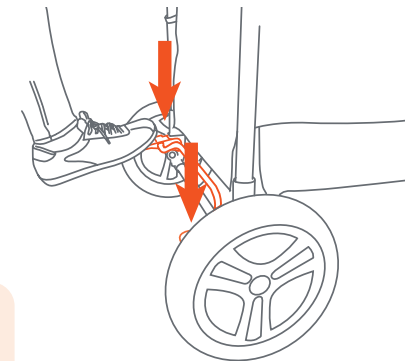

Fig. 15
15) • To engage brakes, apply light downward pressure to the brake levers located on each rear wheel. The stroller may require slight forward or rearward movement in order to line up the teeth on the brake with each wheel brake cluster (Fig. 15). **NOTE:** Check that the wagon will not move and that both brakes are properly applied.
- Para aplicar los frenos, ejerza una ligera presión hacia abajo a la palanca del freno situada en cada rueda trasera. El vagón podría requerir un leve movimiento hacia delante o hacia atrás para alinear los dientes del freno con el piñón del freno de cada rueda (Fig. 15). **NOTA:** Verifique que el vagón no se mueva y que ambos frenos estén aplicados correctamente.